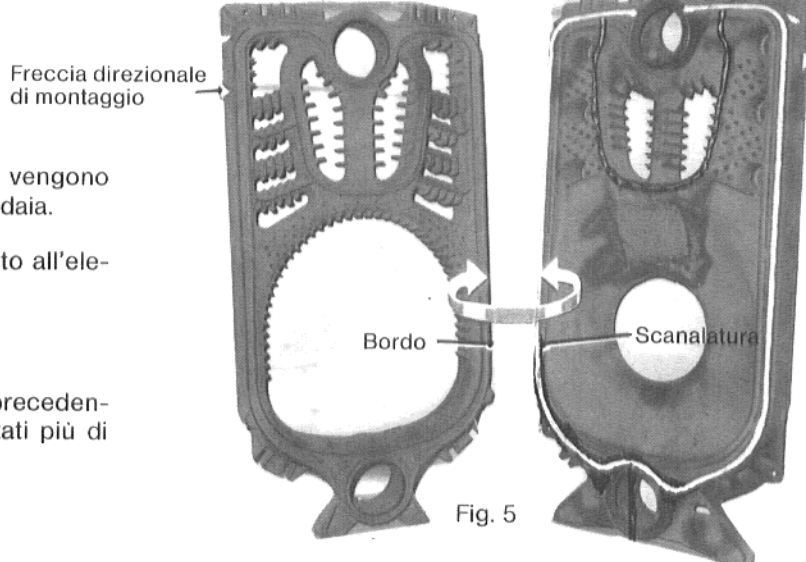

Fig. 5
**2.2** Al montaggio degli elementi osservare le **marcature bianche**. (Freccia e bordo direzionali). Tutti gli elementi possiedono un bordo direzionale fuso (Fig. 5, 6, 8).
Gli elementi vengono assemblati ad incastro (Fig. 5).
**Primo elemento intermedio posteriore** apposto all'elemento finale posteriore (Fig. 5)